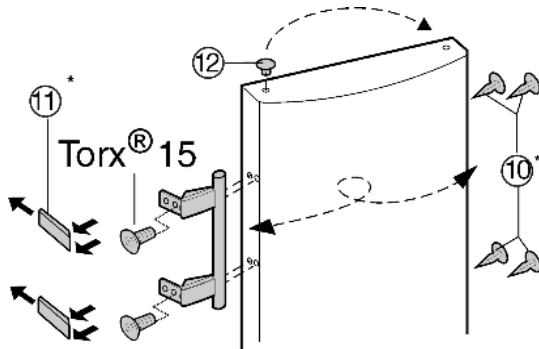

Fig. 9
- Estrarre il tappo Fig. 9 (12) dall'alloggiamento del supporto della porta e spostarlo.
- Smontare la maniglia della porta, i tappi Fig. 9 (10) e le piastre di spinta Fig. 9 (11) e spostare sul lato opposto.